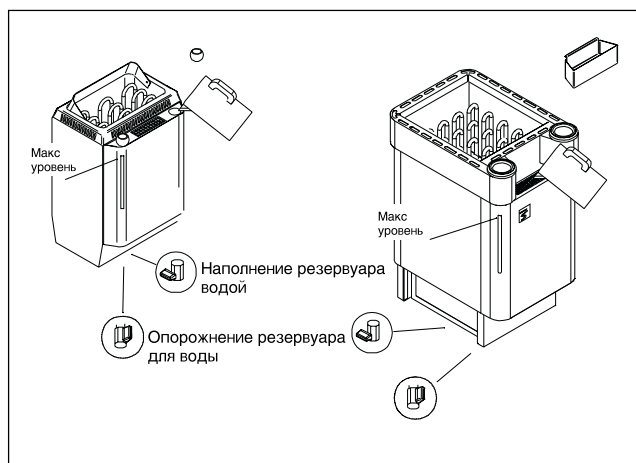

Рисунок 2. Наполнение резервуара водой и опорожнение резервуара для воды
Заполните резервуар чистой бытовой водой. Максимальный объем воды, который можно заливать в резервуар, составляет около 5.5 литров. Резервуар для воды следует всегда наполнять почти полностью (минимальный объем воды составляет 4 литра), так как выключатель, контролирующий уровень воды, переключается из состояния OFF (выключено) в состояние ON (включено) при объеме воды около 4 литров. (Рисунок 2)
Поскольку сразу после использования парогенератора в резервуаре находится горячая вода, следует опорожнять резервуар после остывания воды, по прошествии нескольких часов после выключения парогенератора. (Рисунок 2).
Те каменки Combi, которые оборудованы автоматикой заполнения воды, имеют автоматическое заполнение водной емкости, если рабочий выключатель парогенератора (2) включен. Клапан опорожнения водной емкости следует закрыть и открыть запорный клапан заполнения водной емкости. См. рисунок 2 и 7.